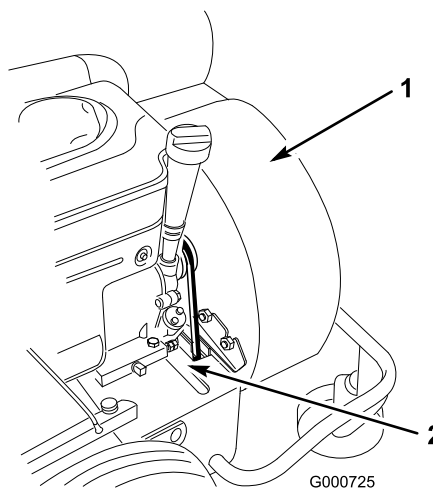

Figura 36
11. Inserte la correa sobre la polea y hacia abajo por el hueco (Figura 36).